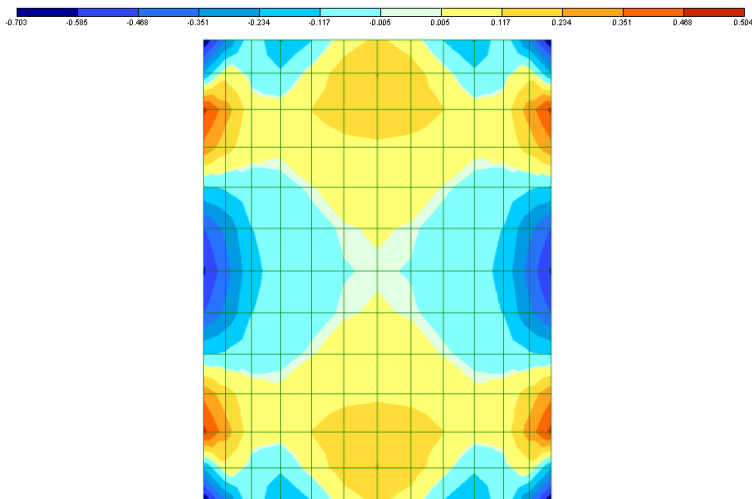
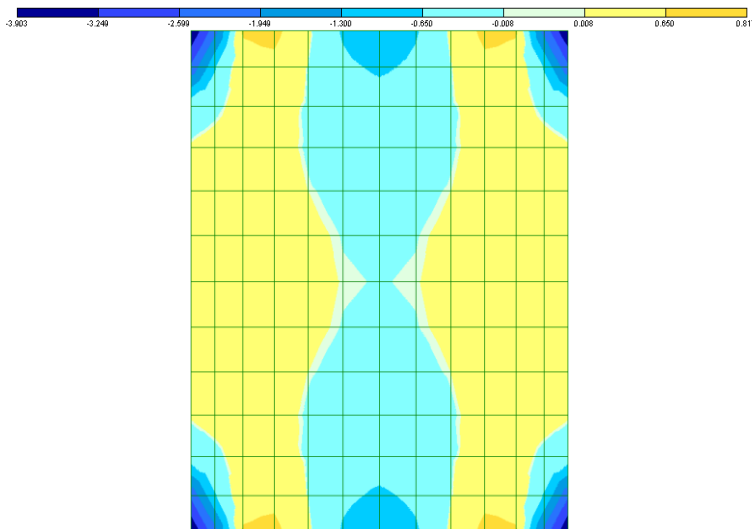
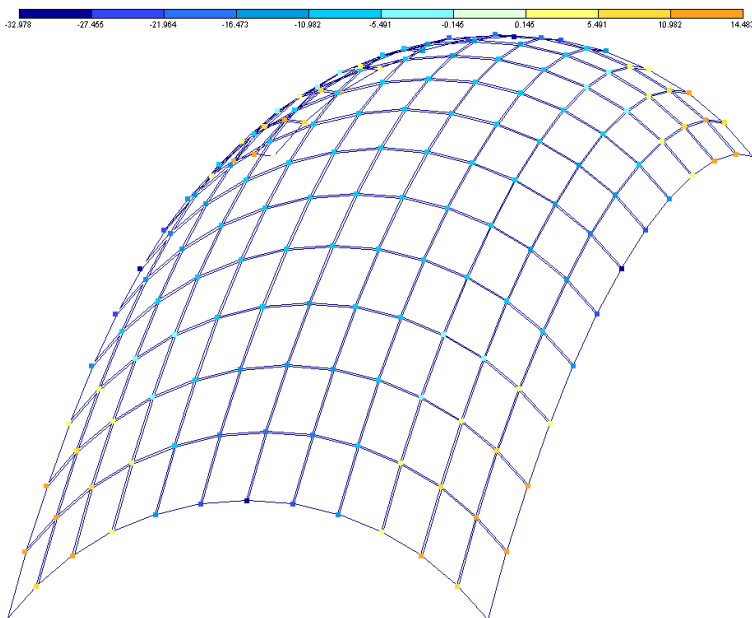

Рис.4.3. Ізополя згинаючих моментів  $M_x$ ,  $(\text{tm})/\text{м}$
Рис.4.4. Ізополя згинаючих моментів  $M_y$ ,  $(\text{tm})/\text{м}$
Рис.4.5. Значення прогинів  $f$ , мм
4.2. Ізополя згинаючих моментів та значення прогинів показані на рис.4.3, рис.4.4, рис.4.5.